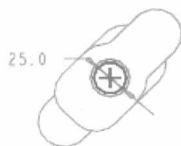

图 1.2.13 截面草图
(3) 此时系统进入截面草绘环境，绘制如图 1.2.13 所示的截面草图，完成绘制后，单击“草绘完成”按钮 **✓**。
(4) 在操控板中，选取深度类型为 **□** (即“定值”)，输入深度值 45。
(5) 单击“完成”按钮 **✓**，完成拉伸特征的创建。